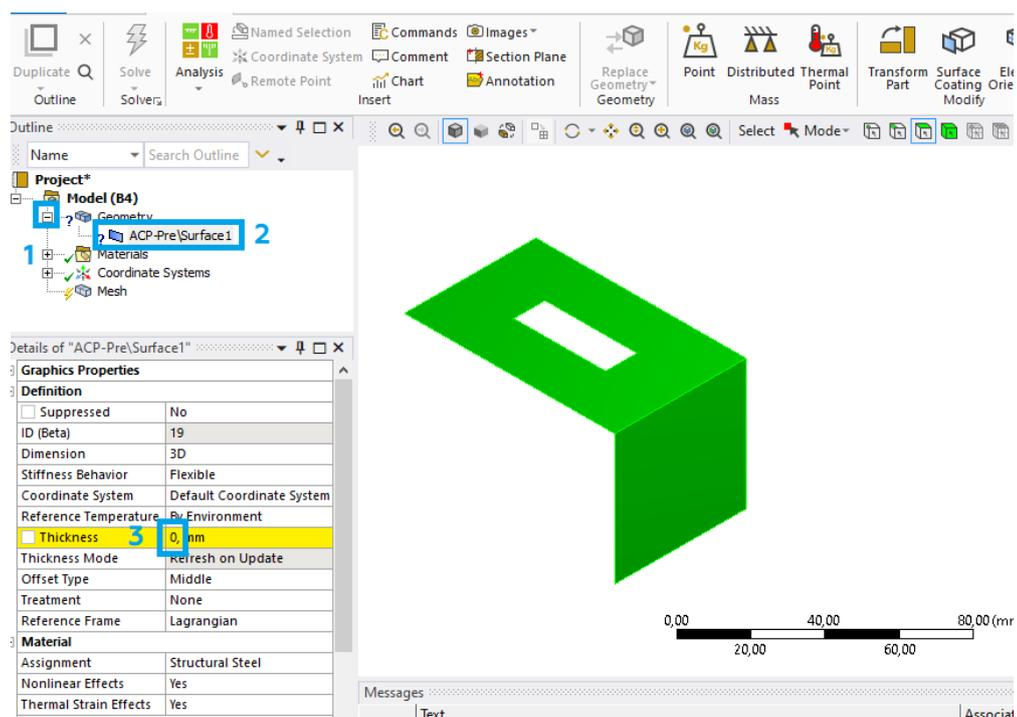

Рис. 13. Задание толщины пластины
12.2. В открывшемся окне раскрываем вкладку Geometry (1), выделяем геометрию (2) и задаём толщину (3) 0,5 мм (рис. 13).